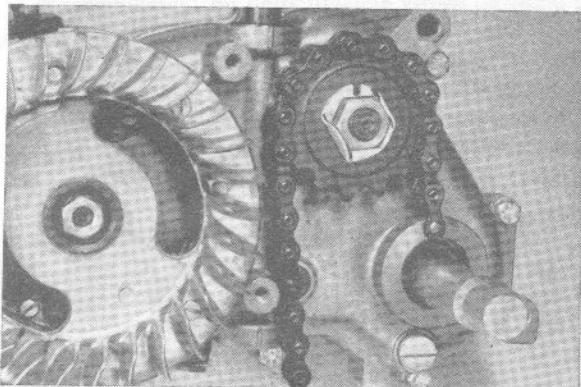

Fig. 13
- Het kettingrondsel aftrekken door de borgplaat vlak te buigen. Rondsel met speciaal gereedschap (ketting sleutel fig. 13) aan de kickstarteras (bij de Mopedmotor de trapas) vasthouden. Moer met rechtse draad M12 x 1 losdraaien. Rondsel met de klauwtrekker aftrekken. Moer 12 x 1 krijgt bij de montage een nieuwe borgplaat (bestel nummer 00.34.00).